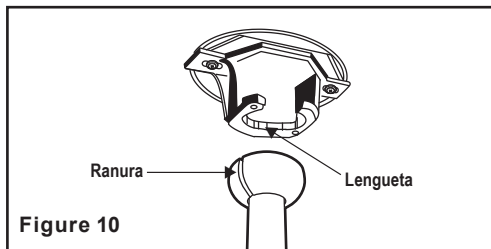

Figure 10
Paso 9. Coloque la bola de la barra en la ranura del soporte de suspensión. (Fig. 10)